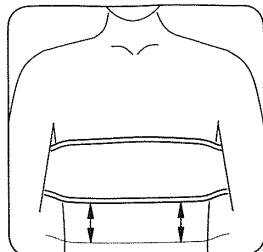

Fig. 2
1. Placera användaren i rullstolen i avsedd sittställning med ett höftbälte. Bestäm position för bröstbältet. (Fig 2) När selen har justerats och banden dragits åt ska den sitta väl och användarens bål ska vara stabiliserad. För att minimera risken för strypling och bålinstabilitet får inte selen sitta för högt eller för lågt. Ta hänsyn till andra anordningar när placering väljs.